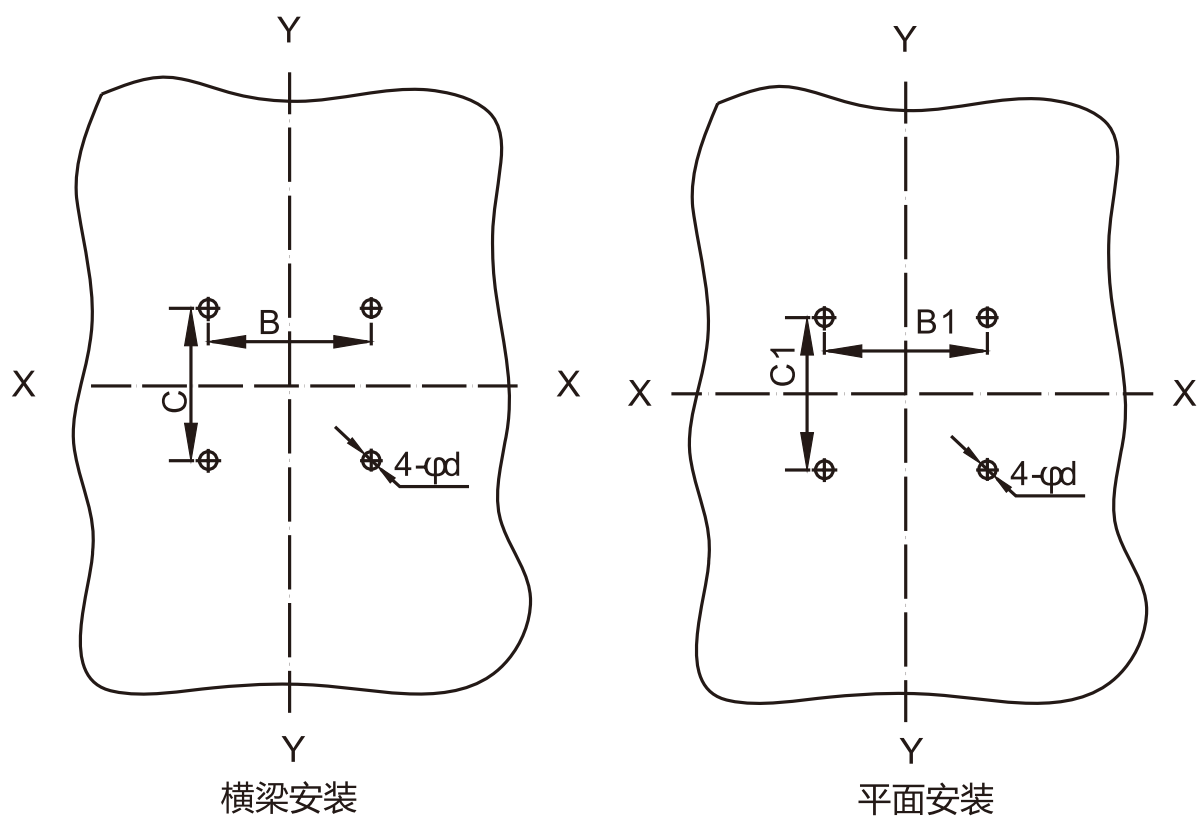

图8 插入式板前接线安装板开孔尺寸(单位:mm)
(2)插入式板前接线安装板开孔尺寸见图8表14 (X-X、Y-Y 为断路器中心)。